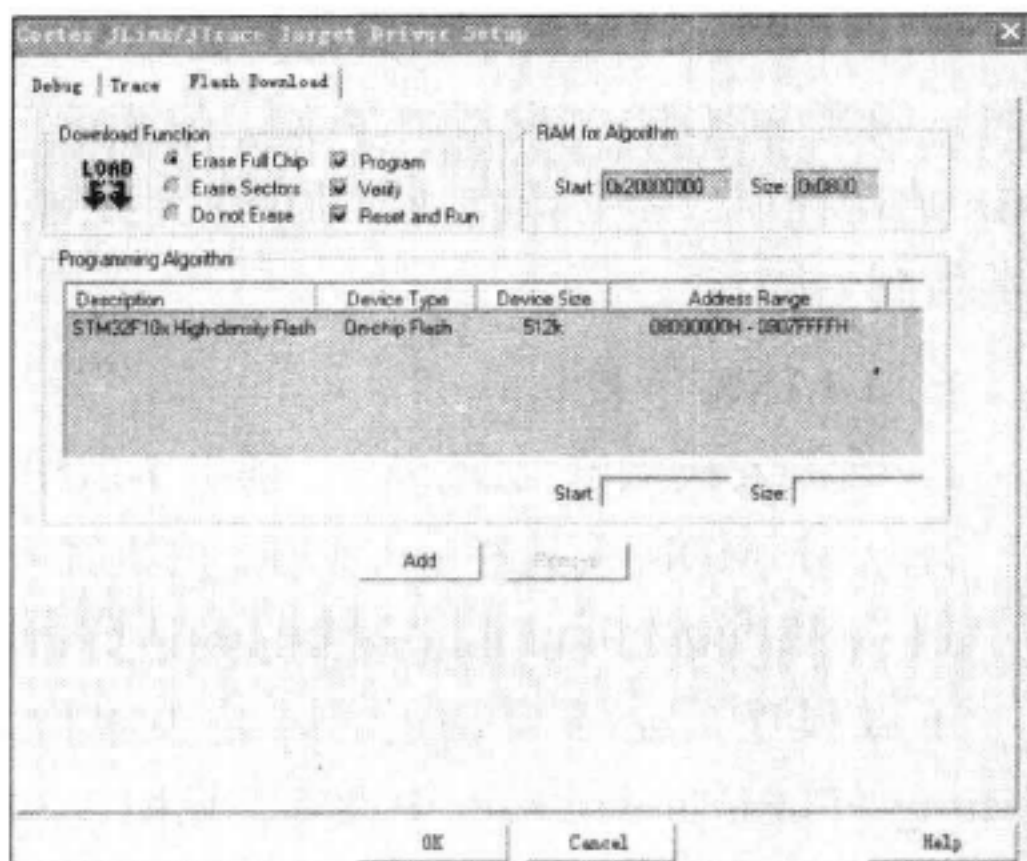

图 3-35 正确添加 Flash 类型时的界面
- 2) 添加 CPU 支持的 Flash，这一步很重要，否则程序将无法下载，见图 3-35。